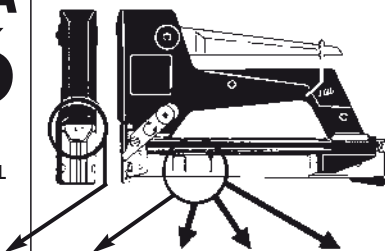

Fig. 1
- Per tipo ed altezze dei fasteners vedere la tabella di fig. 1.
- Caricare i fasteners, del tipo indicato nella tabella di fig. 1 e di altezza adatta, nel caricatore come in fig. 3. Rilasciare lo spingipunti dolcemente.
- Pour le type et la hauteur des fasteners, voir la table de la fig. 1.
- Charger les fasteners du type indiqué sur la table de la fig. 1 et de la hauteur appropriée, dans le chargeur comme indiqué sur la fig. 3. Relâcher doucement le pousse-agrafes.